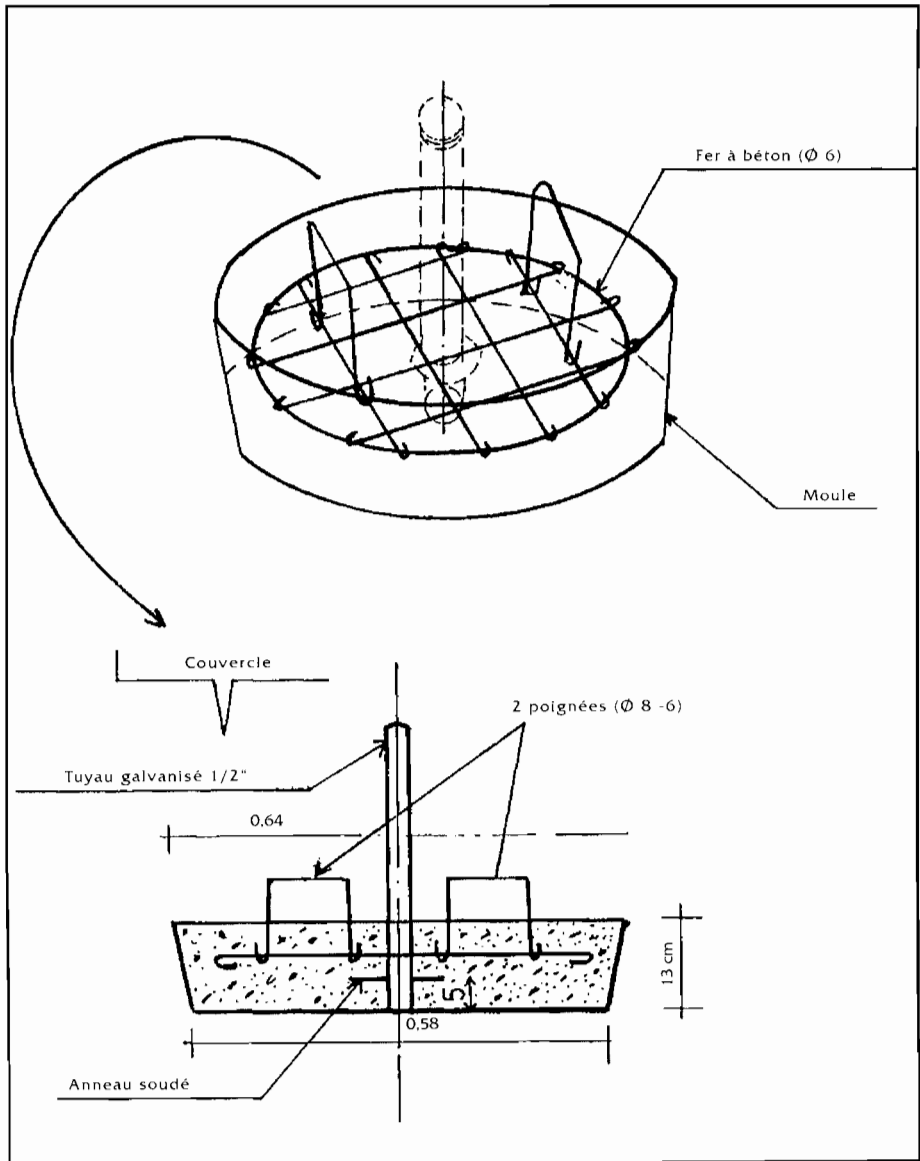

Figure 18 :
5.41 / Continuer à construire jusqu'à obtenir au centre du dôme, un trou circulaire de 60 cm de diamètre. Cette ouverture doit être exactement située dans l'axe de la buse de sortie de la cuve centrale. FIG.18.